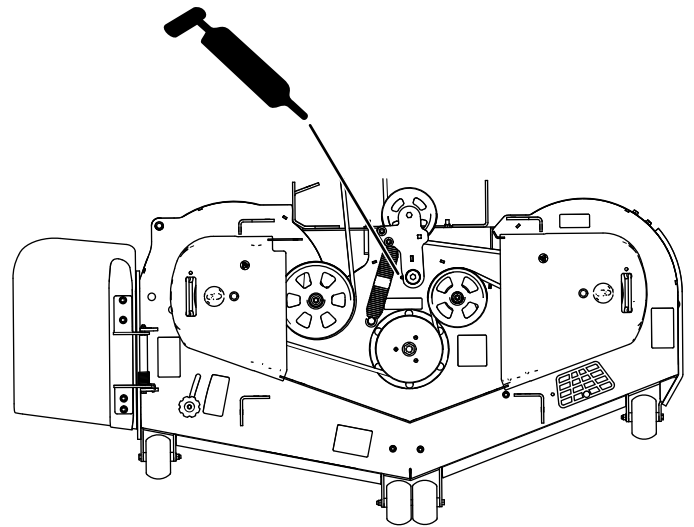
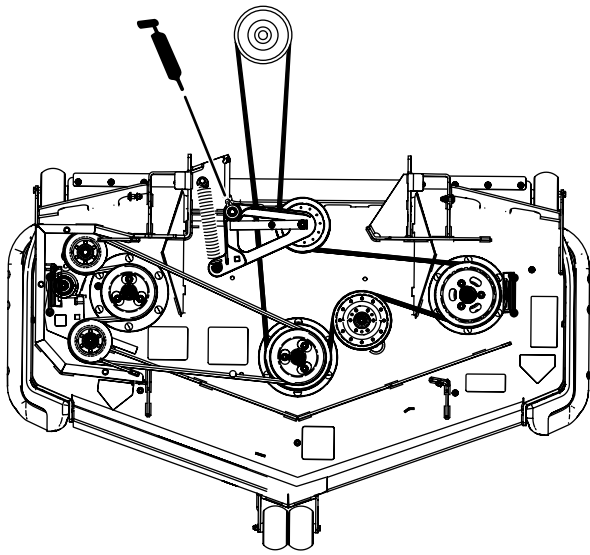

Figura 50
Figura 51
3. Engrase el pivote de la polea tensora de la carcasa del cortacésped hasta que salga grasa por el extremo inferior (Figura 50 o Figura 51).